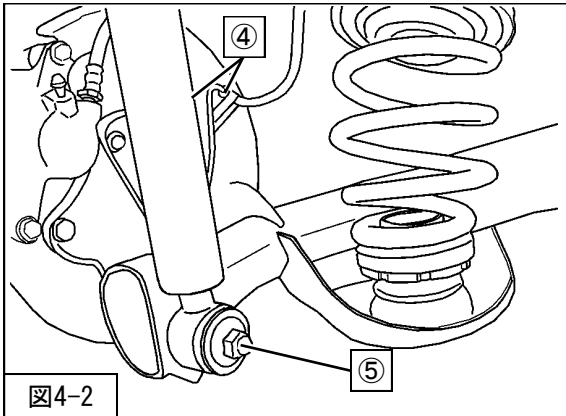

図4-2
を車両に取付けてください。（図4-2）
5. ⑤ダンパーロア取付ナット（締付トルク：160N・m）
④ABSセンサステーボルト（締付トルク：4.9N・m）・コネクターを取付けてください。（図4-2）